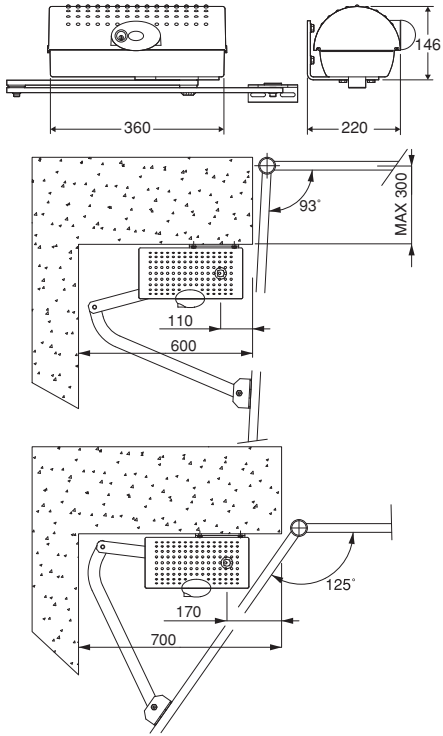
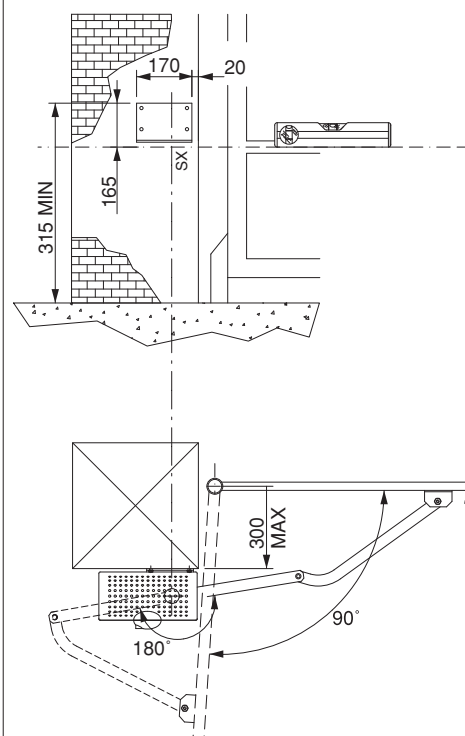

Fig. 2
Fig. 3
La posizione di fissaggio deve essere valutata secondo la struttura dell'anta. In ogni caso, il braccio di manovra deve spingere in un punto dell'anta rinforzata (fig.2).
5) FISSAGGIO PIASTRA DI SUPPORTO (Fig.2)
L'attuatore viene fornito completo di staffa di fissaggio e braccio a leve. Identificato il punto di rinforzo dell'anta, a cancello chiuso, tracciare una linea orizzontale immaginaria dal centro del rinforzo fino al pilastro (fig.2). Posizionare la staffa di ancoraggio rispettando le quote in fig.2 per aperture fino a 90° o come in fig.3 per aperture superiori a 90° fino a max 125°.